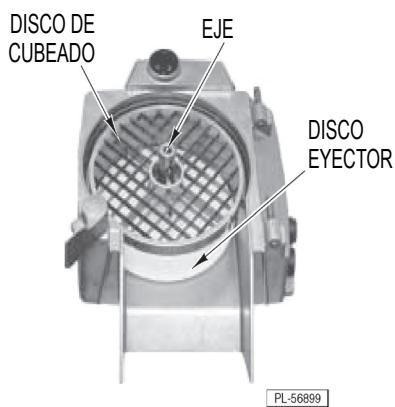

Fig. 4
- Centre el disco eyector en el eje y, con las ranuras del disco eyector alineadas con los pasadores del acoplamiento, empuje el disco eyector hasta el fondo del eje y sobre su acoplamiento (Fig. 4). Gire en sentido contrario a las agujas del reloj para bloquear.
- Si va a cortar en cubos o en trozos, inserte un disco de cubeado para cortar en cubos y gírelo hasta que el pasador de retención encaje en la muesca (Fig. 4).